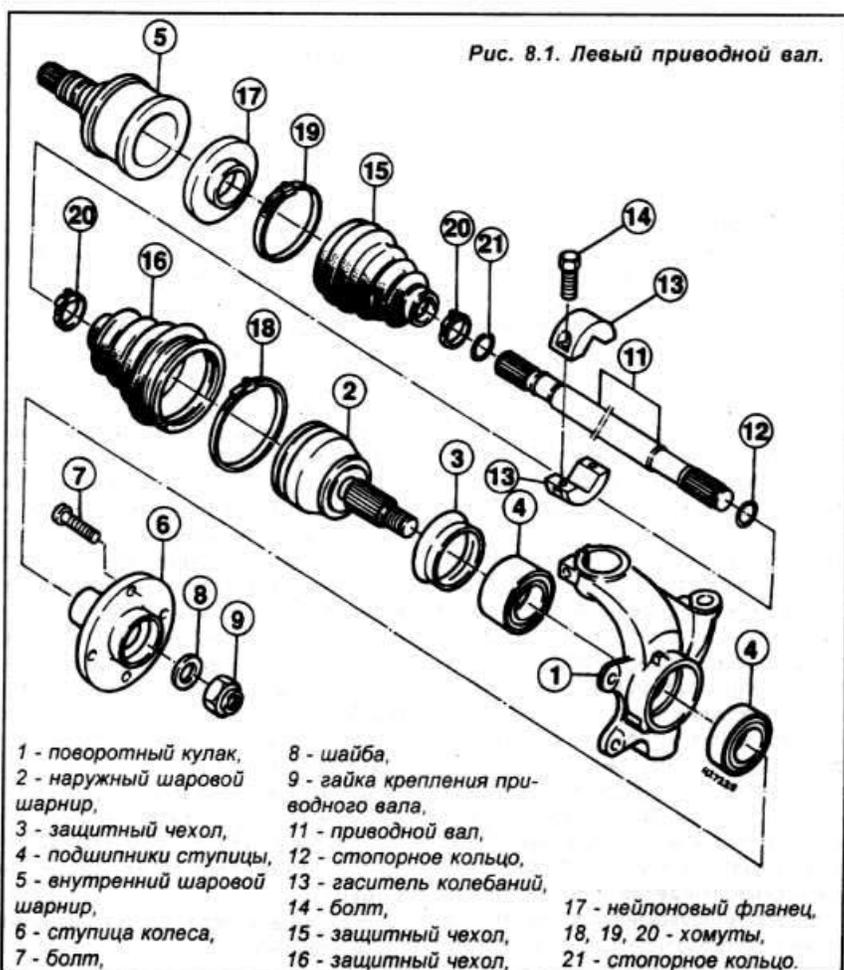

Рис. 8.2. Снятие гайки крепления ступицы переднего колеса.
- Поднимите переднюю часть автомобиля и зафиксируйте на подставках. Снимите соответствующее переднее колесо и отвинтите гайку крепления ступицы. Снимите ступицу (см. рис. 8.2).